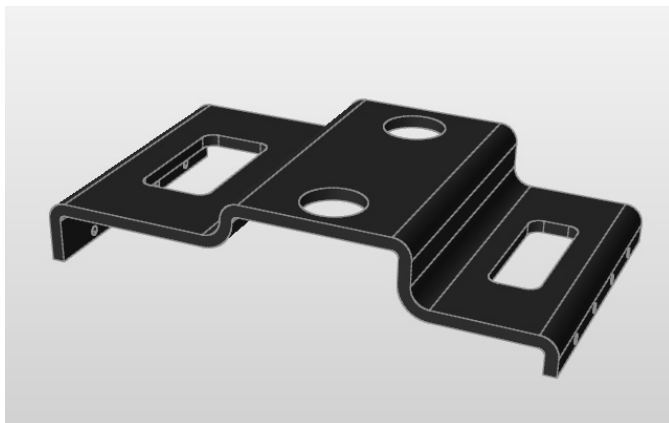

图 14-14
9) 选择几何功能区中的中面工具。注意：即使零件带孔并弯曲，它也是等截面，满足有效薄实体的标准，并显示为红色，如图 14-14 所示。